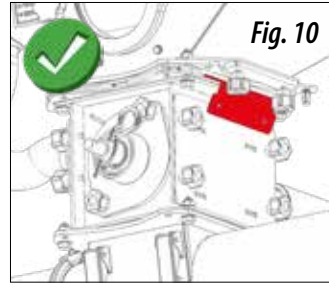

Fig. 10
- 2- Poziționați containerul în poziția de transport. (Fig. 10).